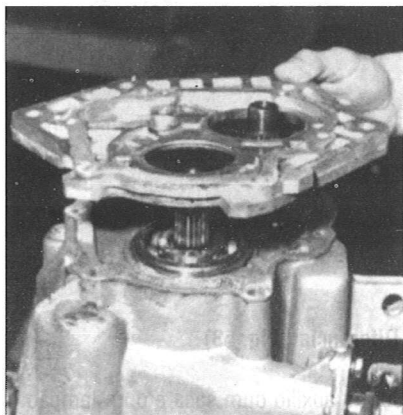

Fig. 43
- Desmontar os anéis de calagem dos rolamentos (Fig. 43).